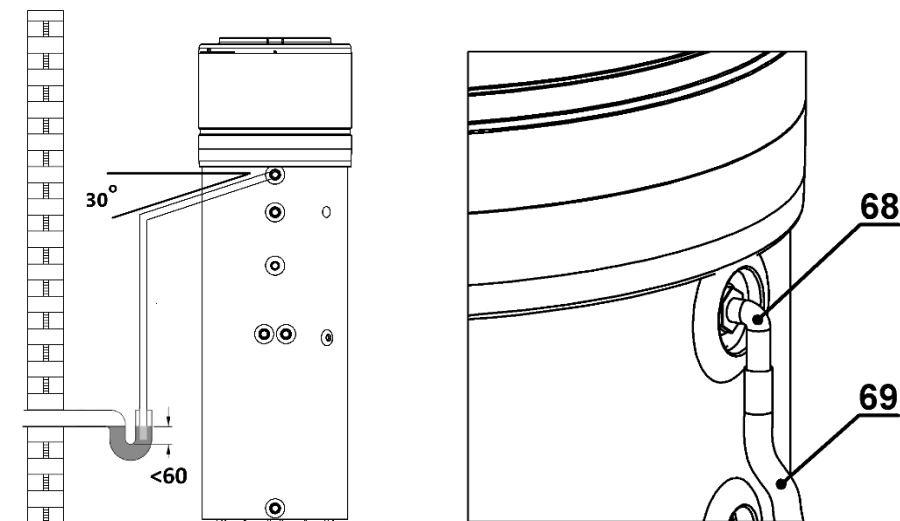

Fig. 9 – Exemple de raccordement du tuyau d'évacuation des condensats via un siphon
La condensation formée pendant le fonctionnement normal de la pompe à chaleur passe à travers un tuyau d'évacuation approprié (G 3/4 ") qui sort du côté de l'appareil. Elle doit être connectée au canal au moyen d'un siphon afin que le condensat puisse s'écouler librement et ne pas geler, provoquant ainsi un blocage (Fig. 9).
**Le mamelon en plastique No68 (fig.9) doit être manipulé doucement, à la main, pour éviter tout dommage!**